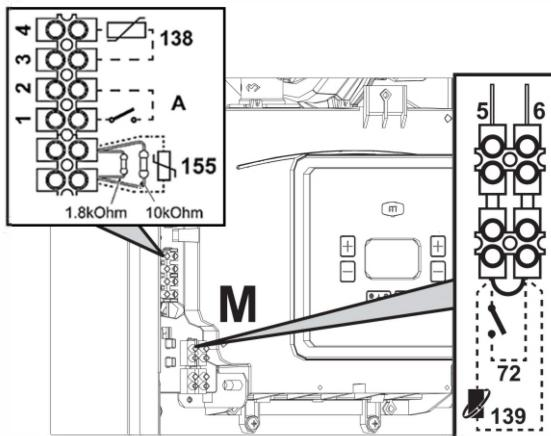
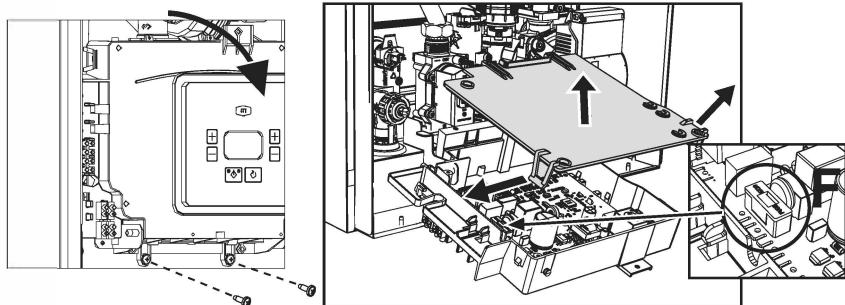

Рис. 18
Рис. 19
Для подключения бойлера необходимо использовать датчик NTC бойлера с кодом 043005ХО или 1KWMA 11 W. Датчик (поз.155) подключается к соединительной колодке котла (рис. 18) вместо двух сопротивлений. При следующем включении агрегата система управления опознает датчик бойлера и автоматически настраивается на работу с ним, вызывая активацию дисплея и устройств управления, необходимые для работы в режиме ГВС.
- После снятия передней панели (см. «Открытие передней панели» на стр. 32) можно получить доступ к клеммной колодке (**M**) и предохранителю (**F**), действуя как показано на рис. 18 и рис. 19. Клеммы, указанные на рис. 18, должны быть с **беспотенциальными (сухими) контактами** (не 230 В). Расположение клемм для различных соединений показано на электрической схеме на рис. 44.
Конфигурация выключателя ON/OFF ("A", рис. 18)**Таблица 3. Настройки выключателя А**